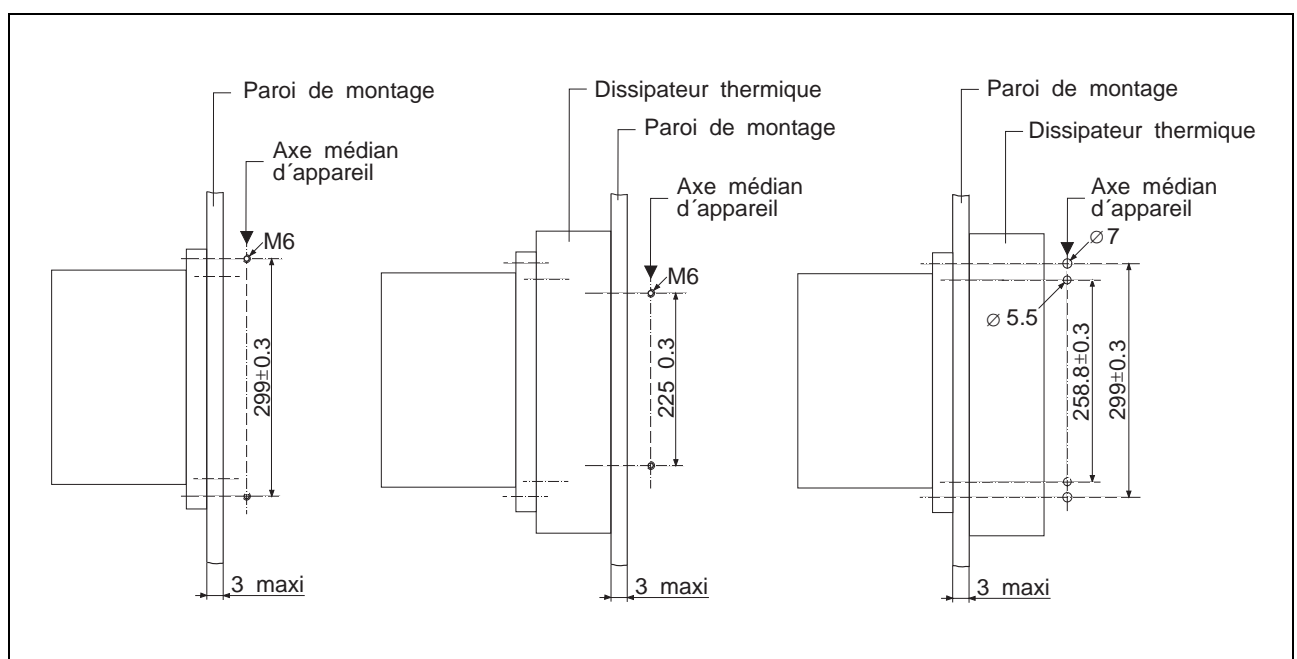

Figure 6-6 Schèmes des perforations
2. Percer deux trous dans la paroi sur laquelle l'appareil est installé (figure 6-6) et couper le taraud M6.
2. Percer quatre trous dans la paroi de montage (figure 6-6).
5. Fixer avec deux vis le dissipateur thermique (figure 6-6) sur la paroi.